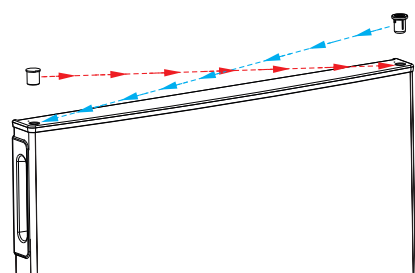

Fig. 14
- ▶ Placez le bouchon borgne dans le trou sur le côté droit (fig. 14).